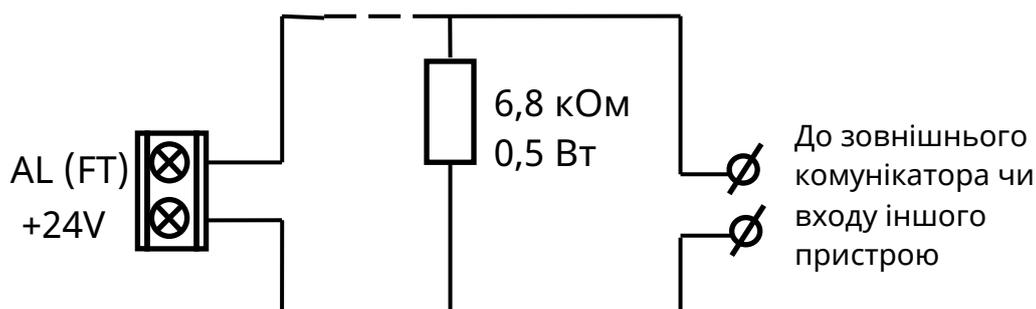

Рисунок 5.4 – Підключення виходів AL та FT
5.3.5.1 ППКП містить 2 виходи «Пожежа» та «Несправність» для підключення зовнішніх пристроїв або комунікатора. Це транзисторні виходи типу «відкритий колектор» з обмеженням струму комутації (100 мА) та контролюванням лінії підключення. В кінці лінії встановлюють резистор 6,8 кОм, 0,5 Вт. Підключення виходів наведено на рис. 5.4. Якщо вихід не планується використовувати, то потрібно зробити відповідні налаштування за допомогою застосунку tloader II. На рисунку показано підключення виходів до гальванічно розв'язаних входів (обмотки реле, оптопар) суміжних пристроїв. Якщо входи не мають гальванічної розв'язки, потрібно додатково з'єднати клеми «GND» ППКП і суміжних пристроїв.